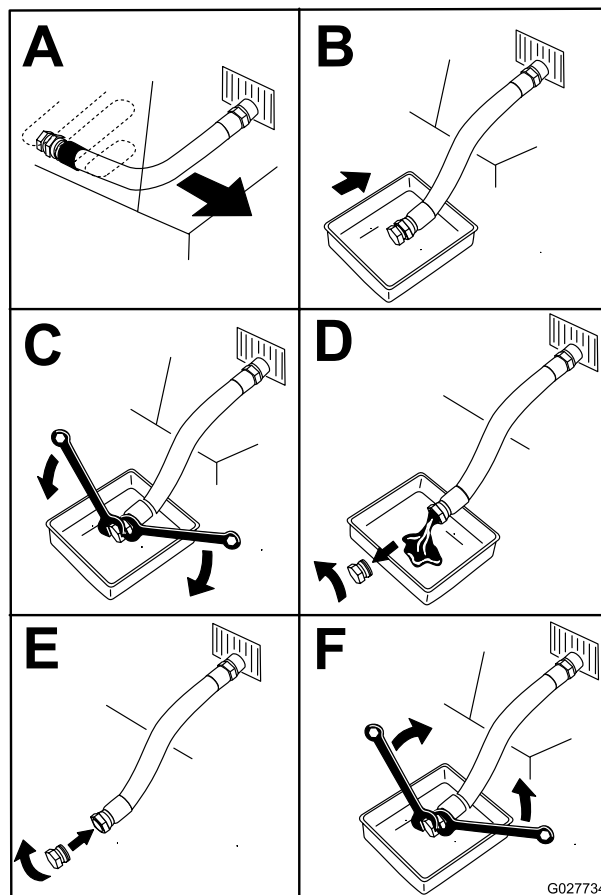

Figure 43
5. Vidangez l'huile moteur (Figure 43).